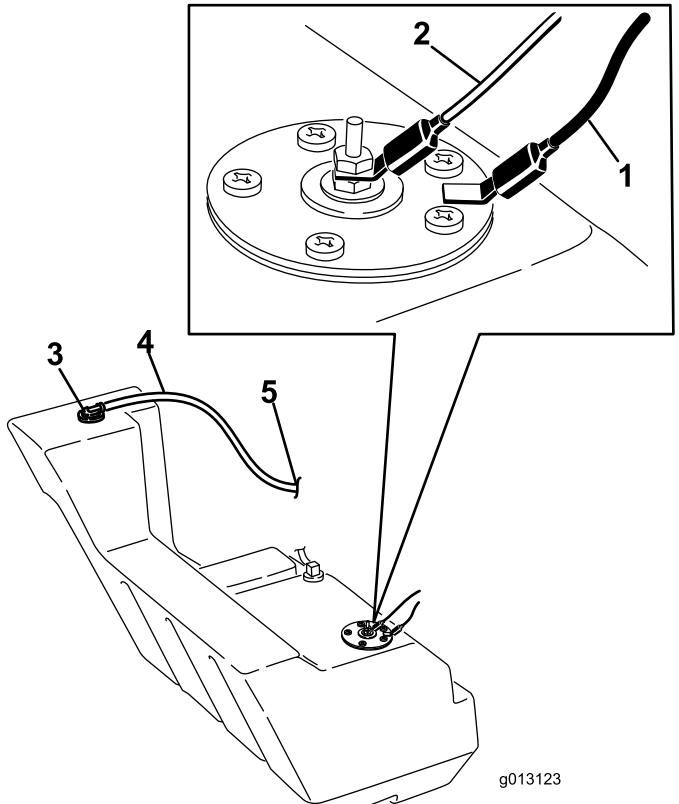

Bild 66
12. Ziehen Sie die beiden Kabel ab, die zur rechten Tankseite führen (Bild 66).
21. Auf der rechten Seite des Tanks verbinden Sie das orange Kabel mit dem inneren Pol und das schwarze Kabel mit dem äußeren Pol (Bild 66).